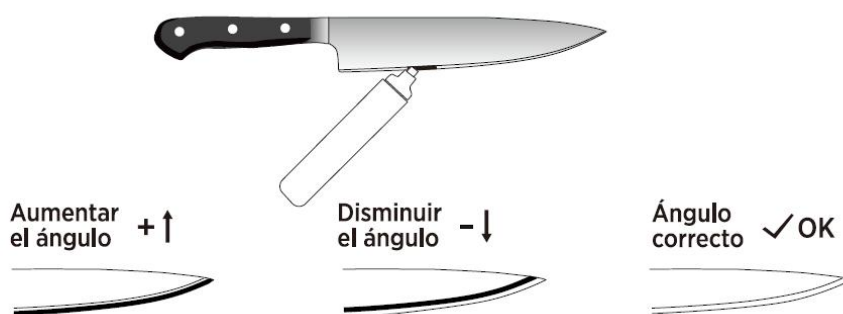

Fig. 11
Aplique un marcador en el filo. Ajuste la barra de soporte hacia arriba o hacia abajo según sea necesario y afile suavemente el filo. Cuando el marcador se haya eliminado por completo, revelando un filo limpio (ver Fig. 11), el valor del ángulo en la escala (A o B) indica el ángulo correcto de afilado.
3. Gire el botón de bloqueo de ángulo para mover la barra de soporte hacia arriba o hacia abajo según sea necesario y afile suavemente el filo. Cuando el marcador en la cuchilla se haya eliminado completamente, revelará un filo limpio (ver Fig. 11).